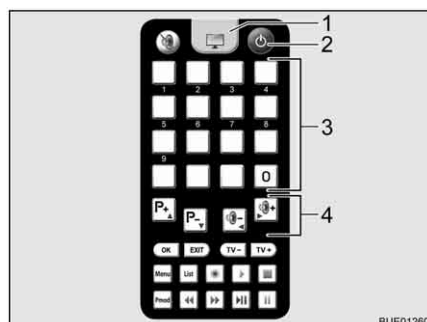

Fig. 25 Télécommande téléviseur
- Appuyer sur la touche "⌚" (Fig. 25,2) sur la télécommande du téléviseur. L'antenne passe dans le mode de recherche. Une tonalité continue retentit.
- Appuyer sur la touche de la télécommande du téléviseur (Fig. 25,1) pour passer sur réception sur le téléviseur. La tonalité disparaît. Une image apparaît à l'écran.
- Choisir la station désirée au moyen des touches de mémoire (Fig. 25,3) de la télécommande du téléviseur ou des touches de fonction (Fig. 25,4).